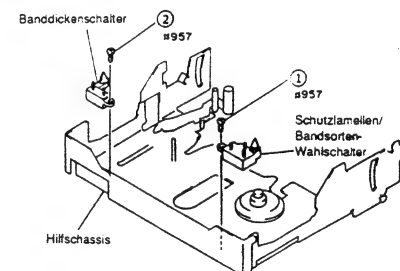
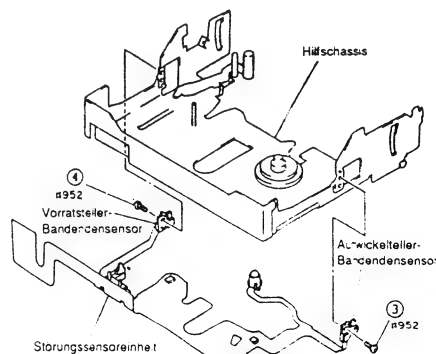

Abb. 2-60
Abb. 2-61
- 1) Eine (1) Befestigungsschraube des Schutzlamellen/Bandenden-Wahlschalters entfernen (siehe Abb. 2-60).
- 2) Eine (1) Befestigungsschraube des Banddickenschalters entfernen.
- 3) Eine (1) Befestigungsschraube des Aufwickelteller-Bandendensors entfernen (siehe Abb. 2-61).
- 4) Eine (1) Befestigungsschraube des Vorratstellers-Bandendensors entfernen.